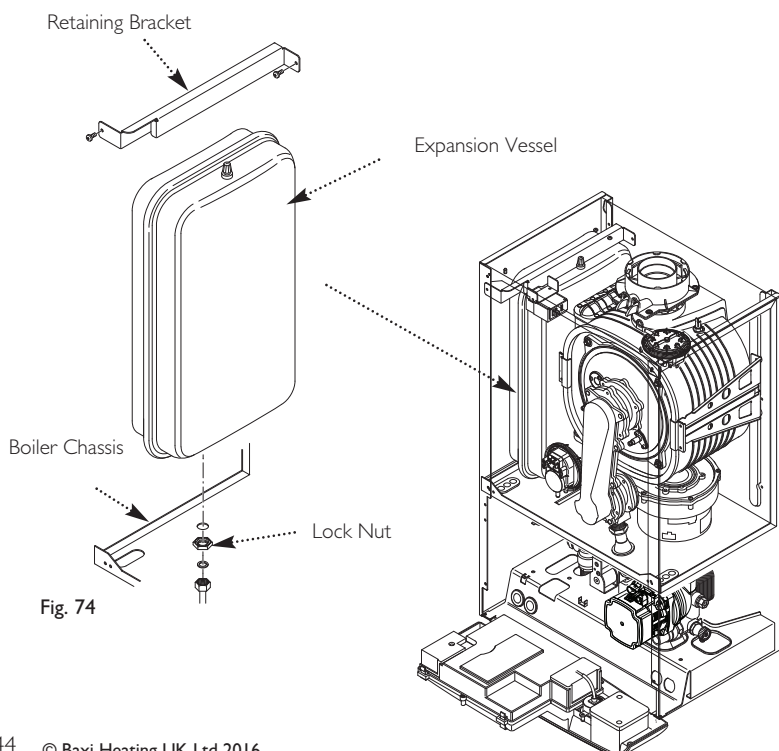

Fig. 74
13.26 Expansion Vessel (Fig. 74)